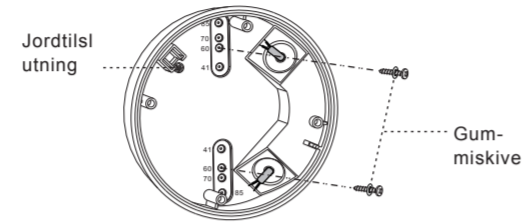

FIG. 15
4.4.3.3 Vælg de rigtige knockouts til at montere tilslutningsdåsen på overfladen af loftspladen med 2 træskruer, der fastspændes med gummiskiver (Se FIG. 15).